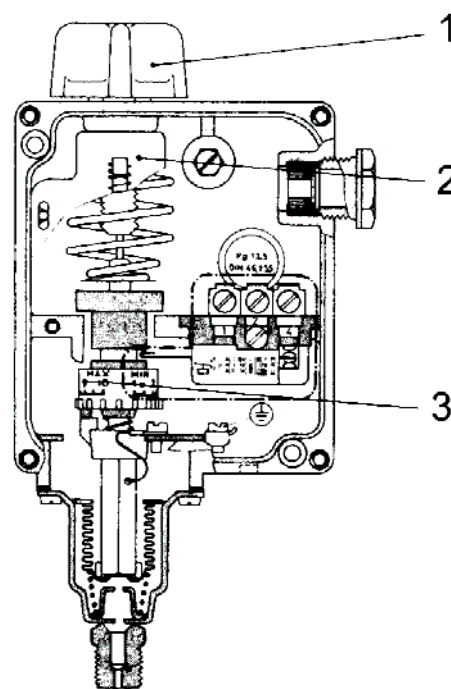

Рис. 10
• Калибровка реле давления (Рис. 10)
- а. Вращайте ручку регулятора (1) до тех пор, пока указатель шкалы (2) не достигнет значения давления, необходимого для начала работы горелки;